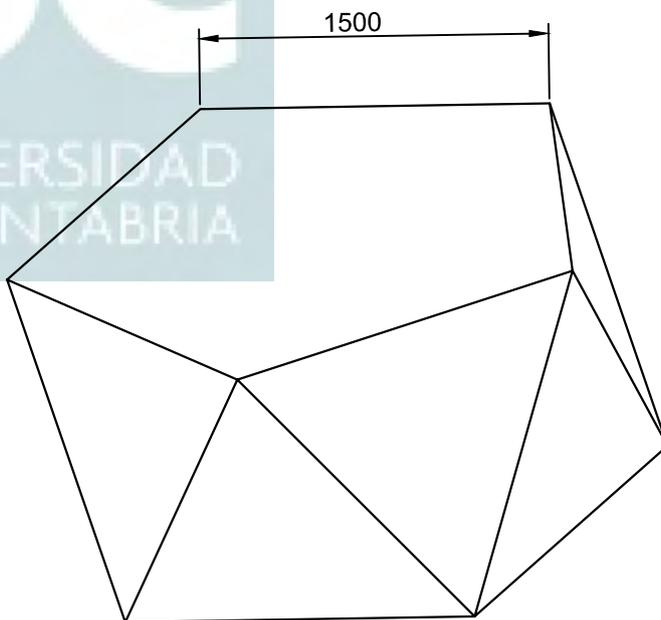

FIGURA 3
1. Dibujar un **anti-prisma semi-regular pentagonal sólido**, cuya arista pentagonal sea de 150 centímetros (figura 3). Por tanto, sus caras están formados por 2 pentágonos regulares y 10 triángulos equiláteros. [5 puntos]